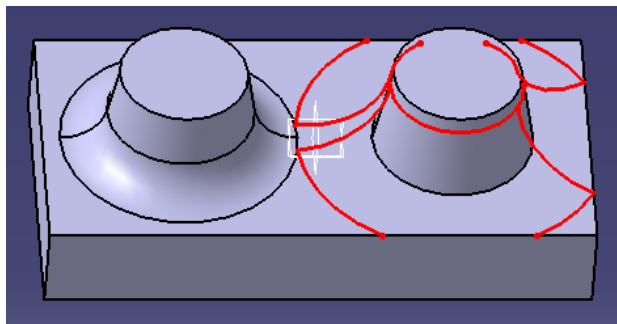

图 3-28
(3) Radius 值过大, 发生干涉时的情况 (见图 3-28)。